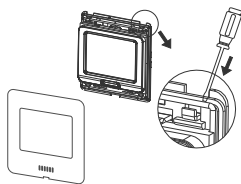

Рис. 18. Схема сборки терморегулятора
5. После подключения проводов к терморегулятору закрепите терморегулятор к опорной пластине, установите на место лицевую панель (рис. 18).